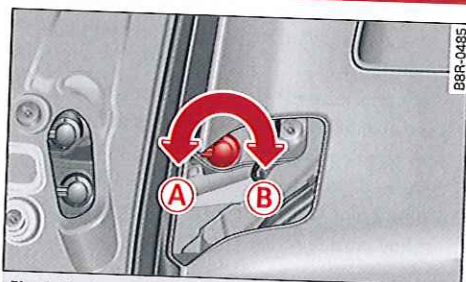

Fig. 242 Représentation schématique : douille avec verrouillage à baïonnette
- ▶ Tournez la douille dans le sens de la flèche **A** ⇒ fig. 242 jusqu'en butée et retirez-la du bloc d'éclairage.